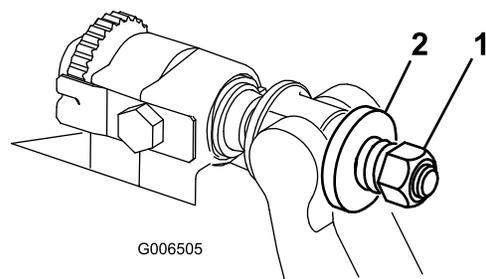

Рисунок 31
4. Затягивайте гайку натяжения пружины до полного сжатия пружины, после чего ослабьте на 1/2 оборота (Рисунок 31).